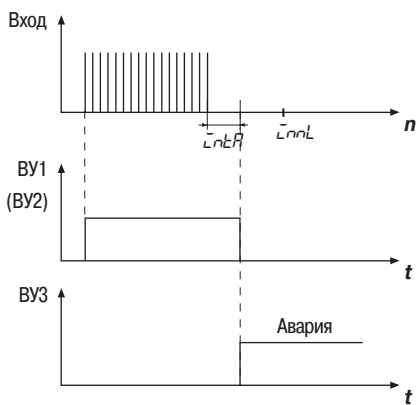

Рис. 10
- заклинивание вала электропривода произошло до достижения конечного положения – значение счетчика не достигло заданного в параметре  $LnnL$  значения, а период следования импульсов, установленный в параметре  $LnPP$ , превышен (рис. 10);